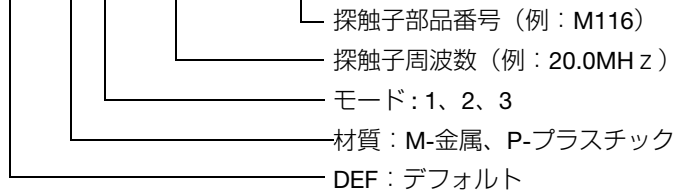

図 5-3 一振動子型探触子のデフォルトセットアップの選択
- c) 使用する探触子タイプのデフォルト画面（73 ページの図 5-3 に示す例を参照）の使用可能なデフォルトセットアップのリストで、使用する探触子のセットアップを強調表示します。